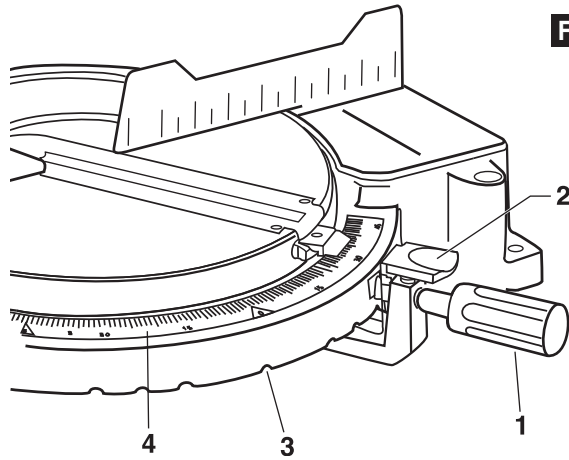

FIG. 28
1. Loosen miter lock knob 1. Press the miter detent trigger 2 and move the saw to the desired angle, using either the detents 3 or the miter scale 4. Tighten miter lock knob (Figure 28).
1. Desserrez le bouton de blocage d'onglet **1**. Soulevez la gâchette du cran d'arrêt d'onglet et déplacez la scie à l'angle désiré, en utilisant soit les crans d'arrêt **2** soit l'échelle graduée d'onglet **3**. Serrez le bouton de blocage d'onglet (Figure 28).